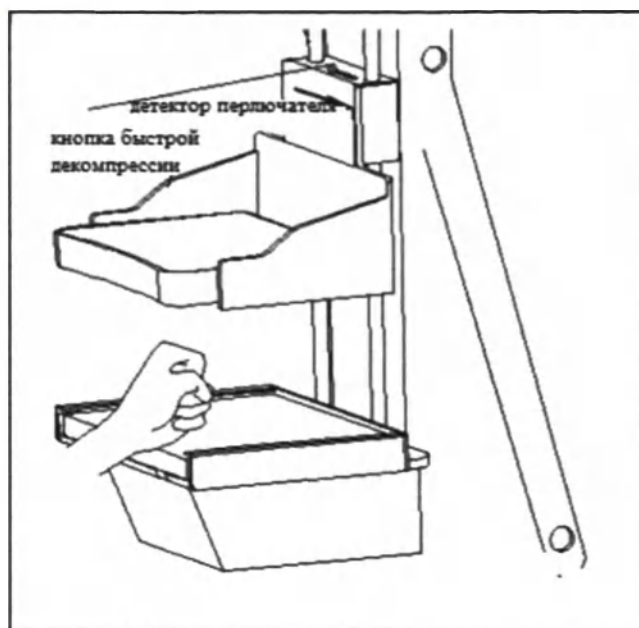

Рисунок 19 Выполнение теста на давление
- (1) В порядке или нет индикатор «Thickness» (толщина)
- (2) В порядке или нет индикатор «Force» (сила)
- (3) Выполнение теста давления: для проверки, поместите левую руку, сжатую в кулак, между компрессионной пластиной и Баки (см. рис. 19);